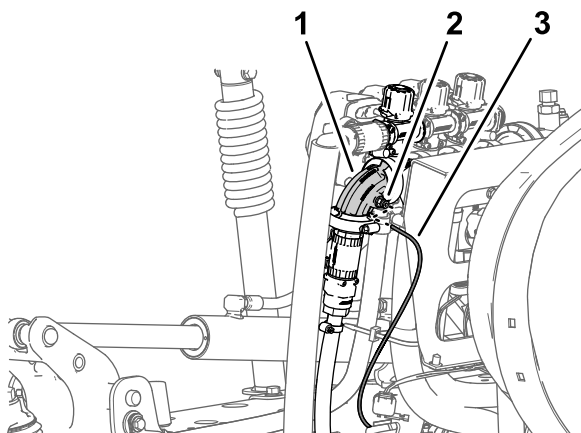

Figura 30
1. Presione el anillo del acoplamiento del tubo en el codo de 90° de la válvula de sección de brazo derecha (Figura 30).
2. Tire del tubo del sensor de presión del indicador del salpicadero para sacarlo del acoplamiento del tubo (Figura 30).